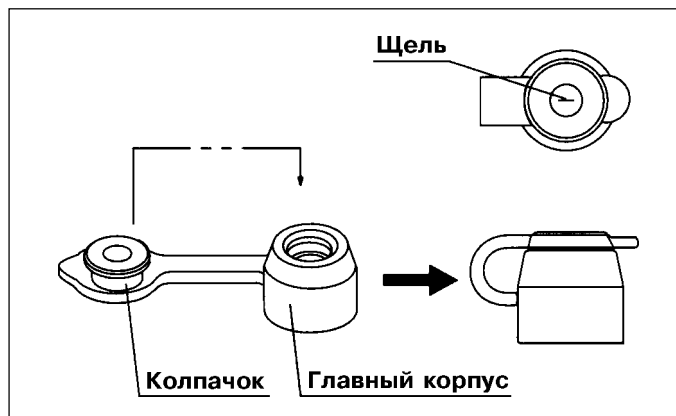

Рис. 3.4.
2. Присоедините колпачок к главному корпусу клапана (см. рис. 3.4).